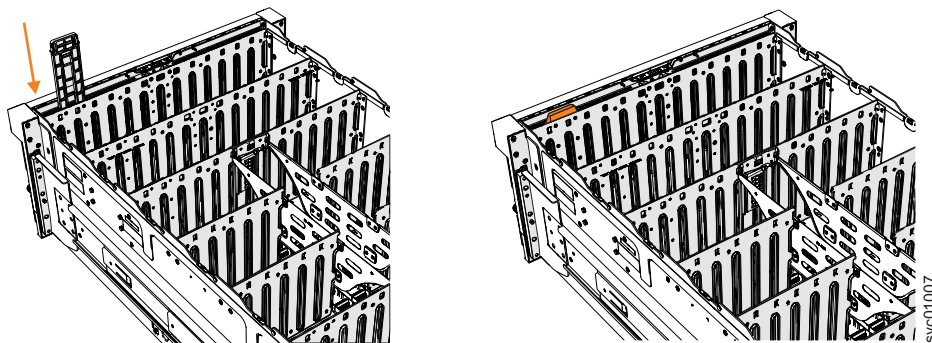

图 131. 安装显示面板组合件
2. 小心地将显示面板组合件与扩展机柜前部的插槽对齐，如第 131 页的图 131 中所示。